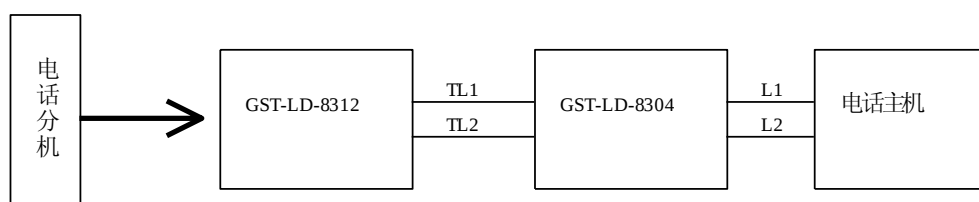
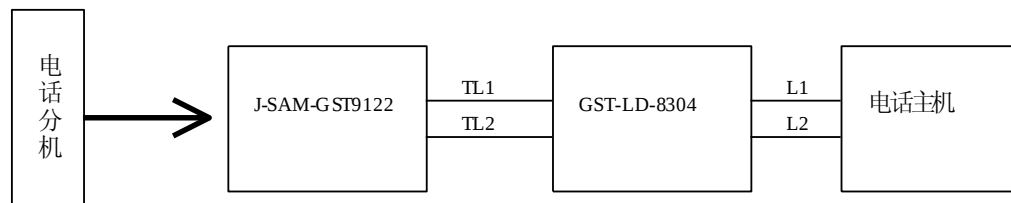

图 4 GST-TS-100B 通过 GST-LD-8312 与电话主机连接系统图
图 5 GST-TS-100B 通过 J-SAM-GST9122 与电话主机连接系统图
1. GST-TS-100B 通过 GST-LD-8312 消防电话插孔或 J-SAM-GST9122 手动火灾报警按钮与电话主机相连接，系统图如图 4、图 5 所示。